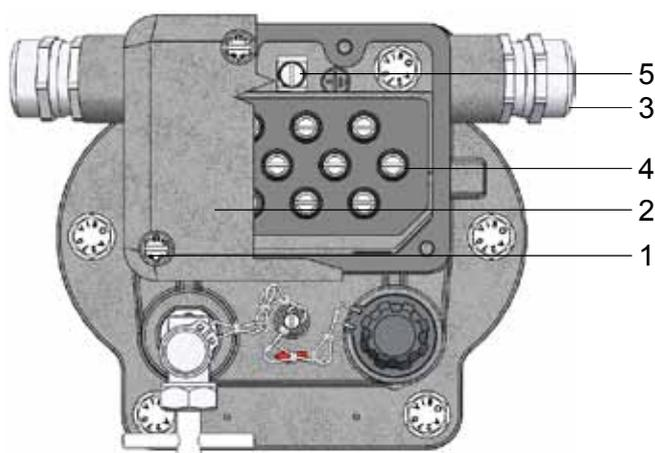

Рис. 5 - Электрическое подключение с более чем 8 зажимными болтами
- Отвинтить 4 винта М5 (Рис. 5/ № 1)
- Снять колпак (Рис. 5/ № 2)
- Ввести провод через кабельную арматуру (Рис. 5/ № 3)
- Присоединить провод зажимными винтами (Рис. 5/ № 4)
Защитный провод (зелено-желтая изоляция) присоединить к зажиму заземления (Рис. 5/ № 5) (максимальный момент затяжки 3 Нм).